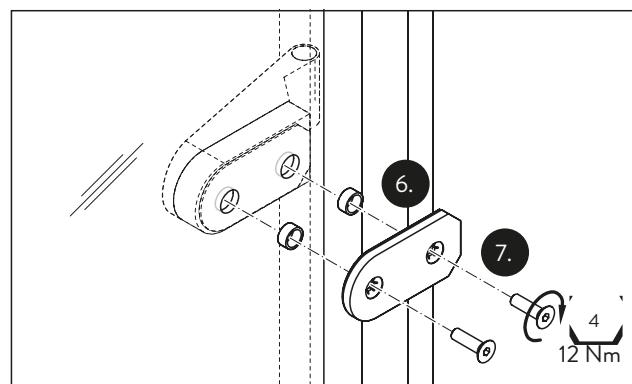

Abb. 10 Gegenplatte montieren
- Die Glasschutzringe auf der Bandgegenseite in den Glastürflügel einstecken (Abb. 10).
- Die Gegenplatten auf der Bandgegenseite mit den Senkschrauben an dem Glastürflügel montieren. Das Anzugsmoment 12 Nm beachten (Abb. 10).